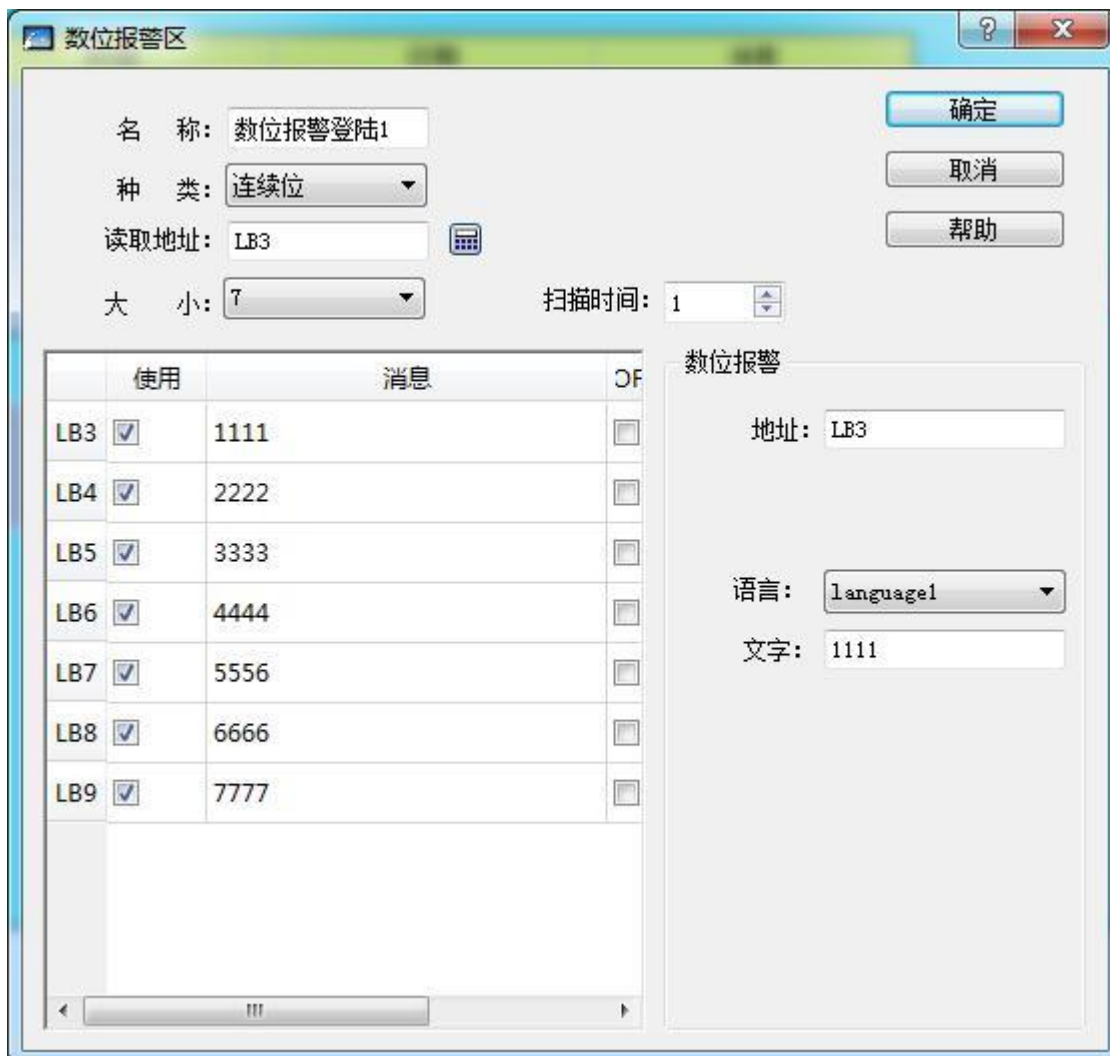

图 7-23 选择了“连续位”数位报警对话框
- 在展开的报警登录选项中，双击“数位报警登录”选项，则可打开数位报警设置对话框，如图 7-23 所示：
这里假设设置的消息（即报警内容）如图 7-23 所示。